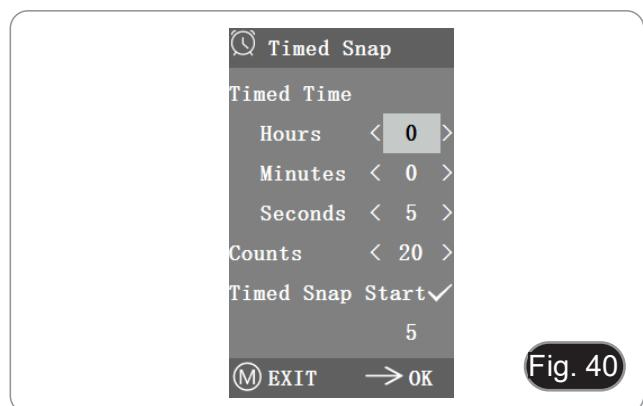

Fig. 40
2. A questo punto, il numero salta sotto. Questo è il numero di foto che sono state scattate con successo finora. (Fig. 40)